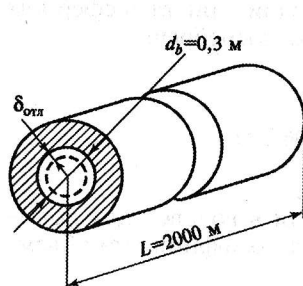

Рис. 1.1
**Задача 1.3.** Определить среднюю толщину  $\delta_{\text{отл}}$  солевых отложений в герметичном водоводе внутренним диаметром  $d = 0,3 \text{ м}$  и длиной  $l = 2 \text{ км}$  (рис. 1.1). При выпуске воды в количестве  $\Delta W = 0,05 \text{ м}^3$  давление в водоводе падает на величину  $\Delta p = 1 \cdot 10^6 \text{ Па}$ . Отложения по диаметру и длине водовода распределены равномерно.